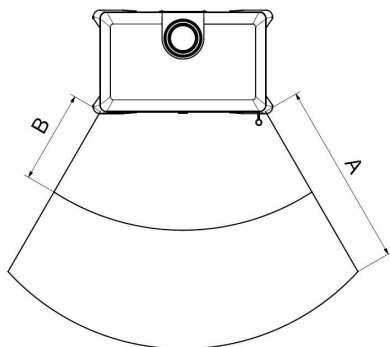

fig. 7
Per gli elementi costruttivi, i mobili e i tessuti di arredamento infiammabili situati nella zona di irraggiamento della stufa è necessario rispettare una distanza minima di **100 cm** (A), misurati dal bordo anteriore dell'apertura del focolare. La distanza di sicurezza si riduce ai **50 cm** (B) qualora di fronte all'elemento sia installata una protezione areata (v. fig. 7).